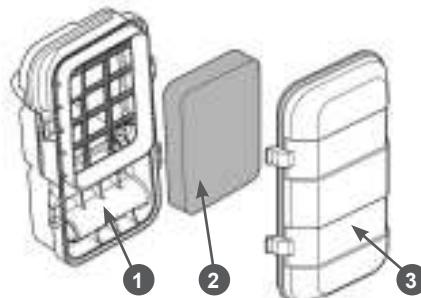

Рис. 14 Обслуживание воздушного фильтра
- Нажмите на фиксаторы и снимите крышку 3 корпуса воздушного фильтра (Рис. 14).
- Извлеките фильтрующий элемент 2 (Рис. 14).
- Произведите очистку крышки 3 и корпуса 1 воздушного фильтра от грязи и пыли, не допуская попадания пыли и грязи в карбюратор (Рис. 14).